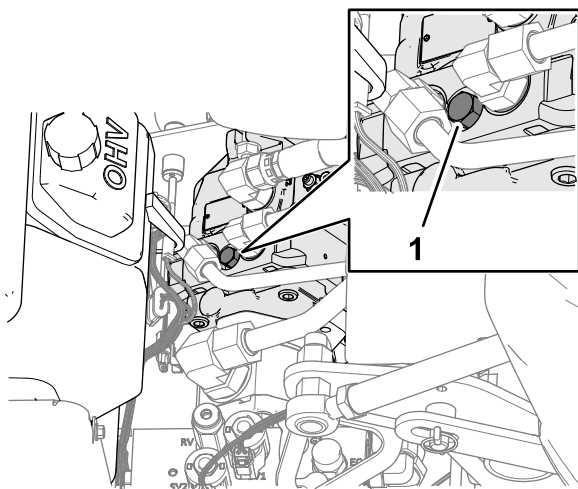

Figura 116
4. Individuate la copertura della vite della valvola di bypass tra il motore e la pompa idraulica, come mostrato nella Figura 116).